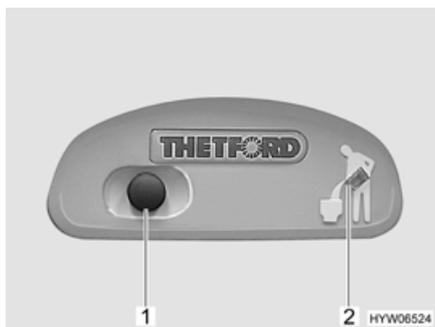
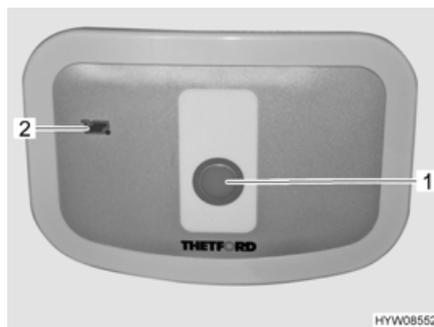

Fig. 206 Botón del inodoro/luz de control del inodoro Thetford
Fig. 207 Botón del inodoro/luz de control del inodoro Thetford (alternativa)
- Para lavar, pulsar el botón del inodoro azul (Fig. 206,1 ó Fig. 207,1).
La luz de control (Fig. 206,2 ó Fig. 207,2) se enciende cuando es necesario vaciar el depósito de aguas fecales.